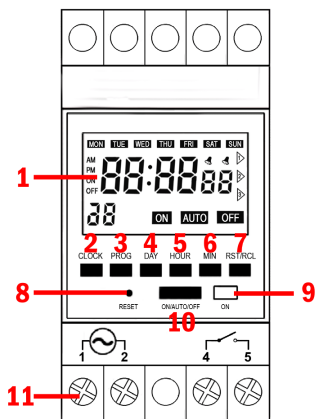

Рис. 1 – Элементы прибора
ЖК-дисплей имеет два режима индикации: текущего времени (включается кнопкой **CLOCK** (п. 2, рис. 1)) и программирования (включается кнопкой **PROG** (п. 3, рис. 1)).
Индикатор **ON** (п. 9, рис. 1) на лицевой панели включается при срабатывании выходного реле.
Перед началом программирования нажмите кнопку **RESET** (п. 8, рис. 1) для сброса настроек прибора.
1. Нажмите и удерживайте кнопку **CLOCK** (п. 2, рис. 1).
2. Нажатием кнопки **DAY** (п. 4, рис. 1) выберите текущий день недели.
3. Нажатием кнопки **HOURL** (п. 5, рис. 1) задайте часы.
4. Нажатием кнопки **MIN** (п. 6, рис. 1) задайте минуты.
Для входа в режим программирования нажмите кнопку **PROG** (п. 3, рис. 1).
- **ON** – реле включено, индикатор **ON** (п.9, рис. 1) горит, прибор в ручном режиме, автоматический режим не работает, программы не выполняются;